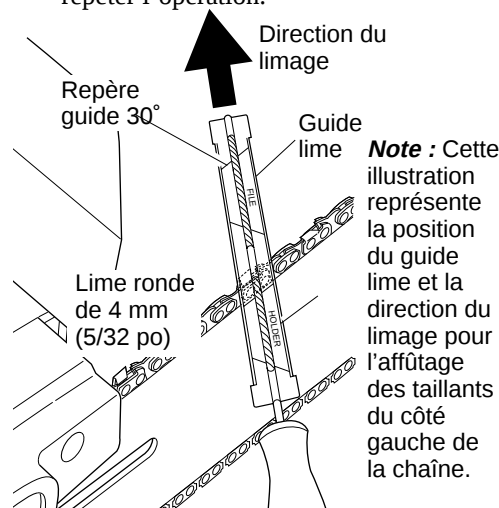

Figure 20 - Position de la lime et du guide lime sur la chaîne
3. Enfoncer la lime ronde de 4 mm (5/32 po) (attachée au guide lime) dans la rainure, entre la plaque supérieure et le limiteur de profondeur sur la chaîne. Le guide lime doit reposer sur la plaque supérieure et sur le limiteur de profondeur. (Voir les figures 20 et 21.) **Note:** Limer au milieu de la lame-guide.
4. Tenir le guide lime horizontal. S'assurer que le repère 30° du guide lime est parallèle à l'axe de la lame-guide. (Voir la figure 20.) Ceci permet de s'assurer que l'on lime les taillants à un angle de 30°.
5. Limer le taillant de l'intérieur vers l'extérieur, jusqu'à ce qu'il soit affûté. Ne limer que dans cette seule direction. (Voir la figure 20.) **Note:** 2 ou 3 coups de lime doivent affûter le taillant.